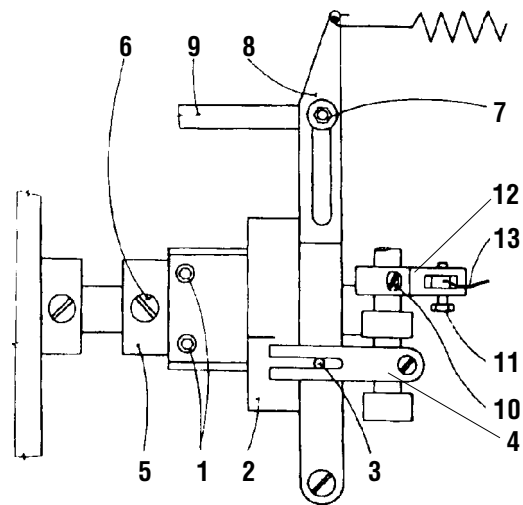

Abb. 22
23. Zeiteinstellung des Steuernockens des Fadenabschneiders (Abb. 22)
24. Einstellung des Hubes des beweglichen Schneidmessers (Abb. 22)
25. Einstellung der Lockerung des Oberfadenspanners (Abb. 22)